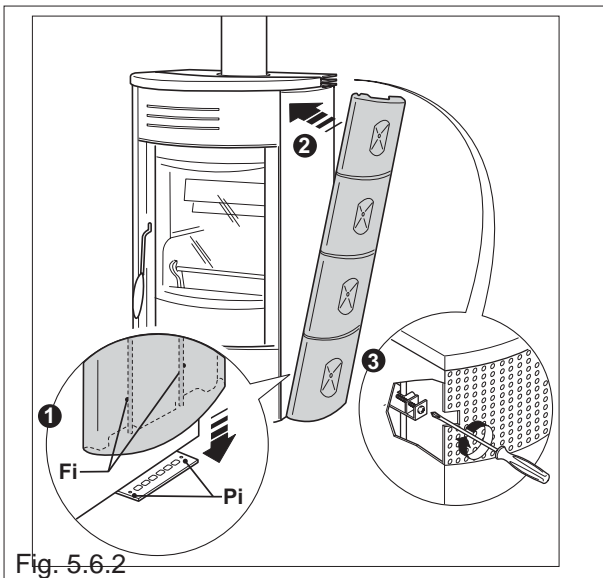
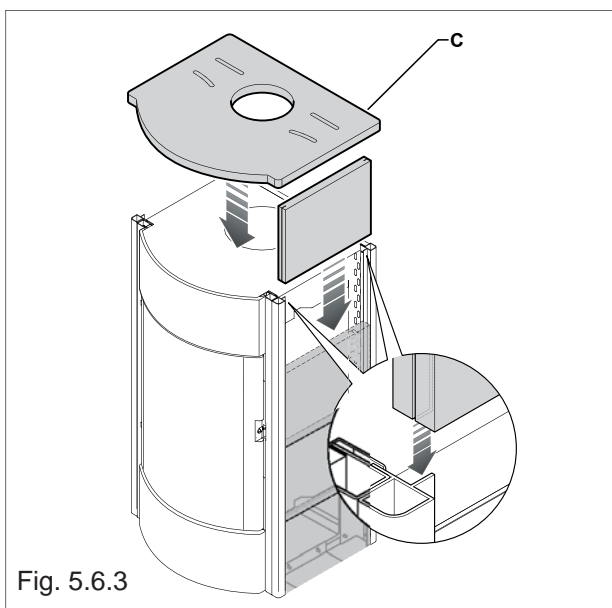

Fig. 5.6.2
Fig. 5.6.3
**MONTAGES DES COTES EN CÉRAMIQUE (CLARABELLA-IDRO) (Fig.5.6.2)**
- 3) Avec un tournevis fixer la vis (3).
**MONTAGES DES COTES EN PIERRE OLLAIRE (ANTONIA) (Fig.5.6.3)**
#### **MONTAJE DE LOS COSTADOS DE ACERO (CLARABELLA-IDRO) (Fig.5.6.2)**
#### **COSTADOS DE ESTEATITA (ANTONIA-IDRO) (Fig. 5.6.3)**